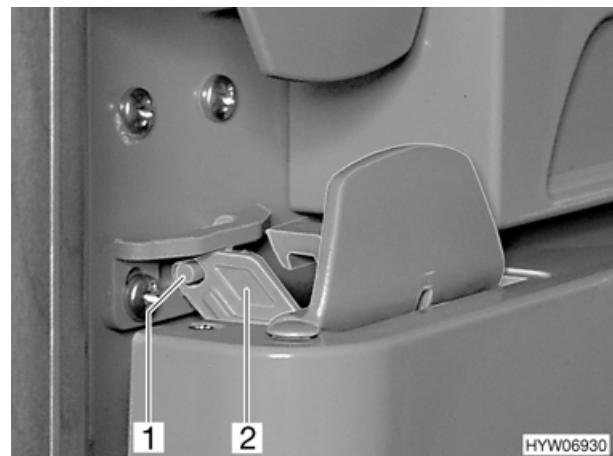

Bild 89 Kühlschranktür in Lüftungsstellung (Variante 2)
- Verriegelung (Bild 89,2) aufklappen und am Stift (Bild 89,1) einrasten. Die Kühlschranktür bleibt damit leicht geöffnet.